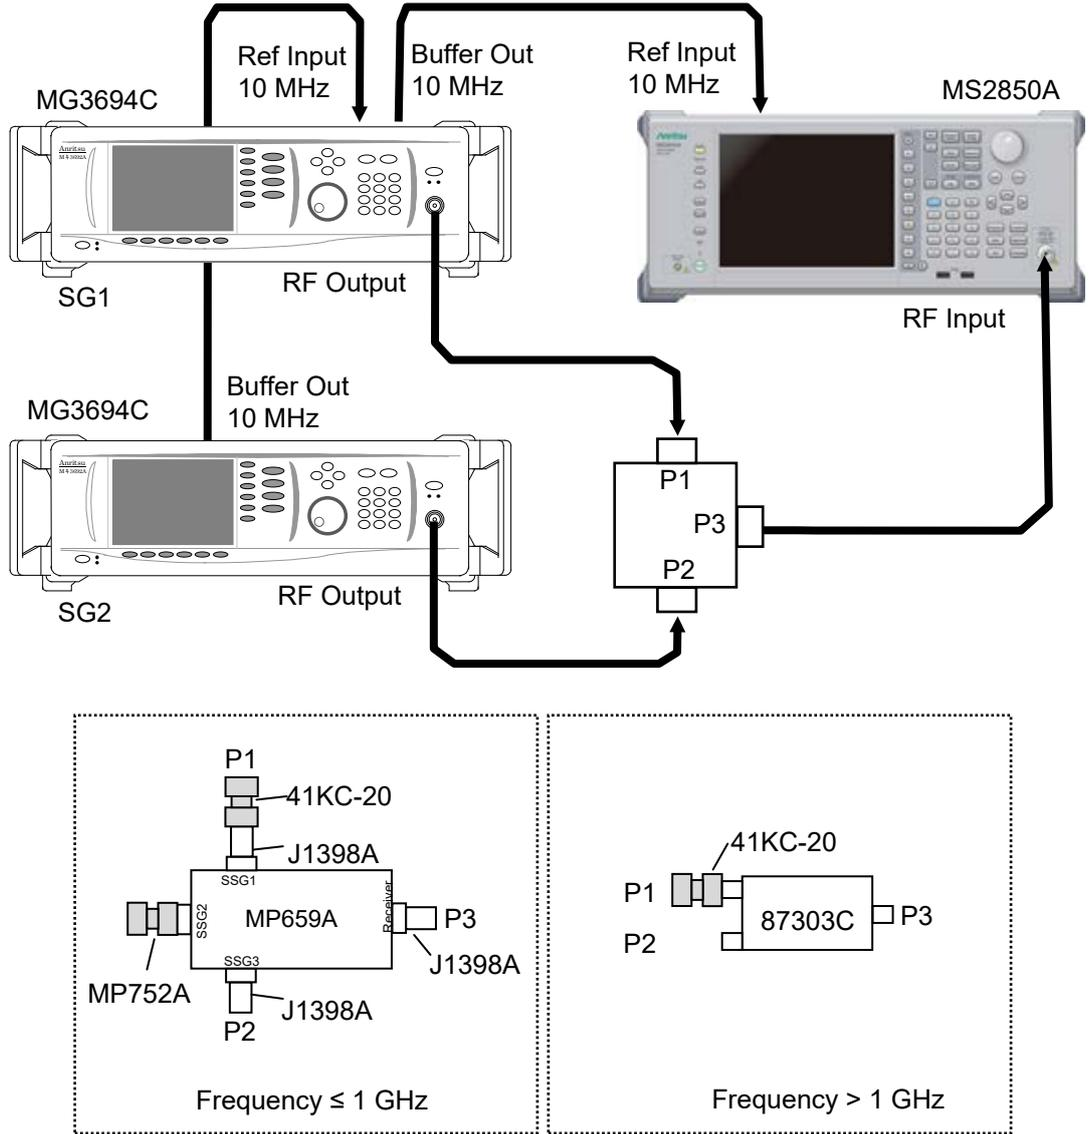

図 6.2.10-1 1 dB 利得圧縮
4. 図 6.2.10-1 のように本器と試験用測定器を接続します。測定周波数に応じて測定系が異なります。